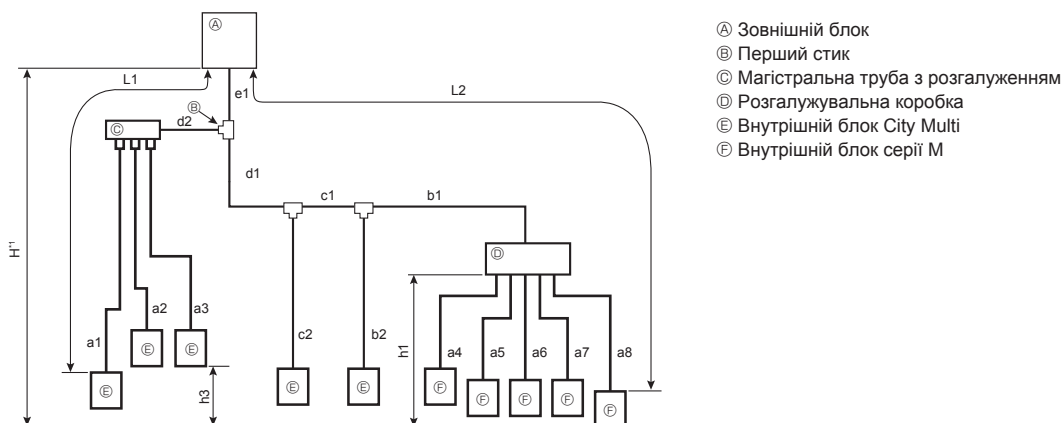

Fig. 4-6 (a)
4.1.3. Змішана система (внутрішні блоки City Multi та внутрішні блоки серії M (з'єднання через розгалужувальну коробку)) (Fig. 4-6)